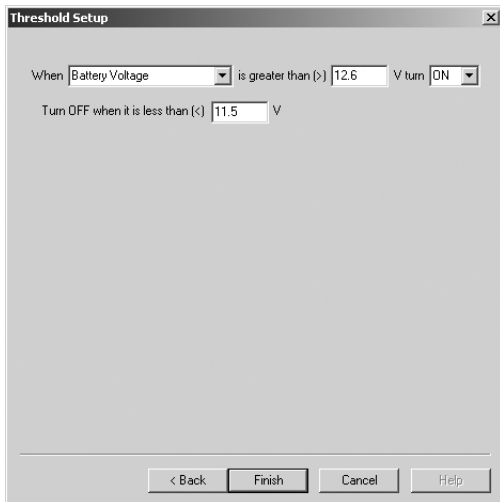

Figure 5. Spécifications des paramètres de seuil
- a. Sélection d'une variable de contrôle. Sur la figure 5, la *tension de batterie* à été sélectionnée en tant que variable de contrôle.